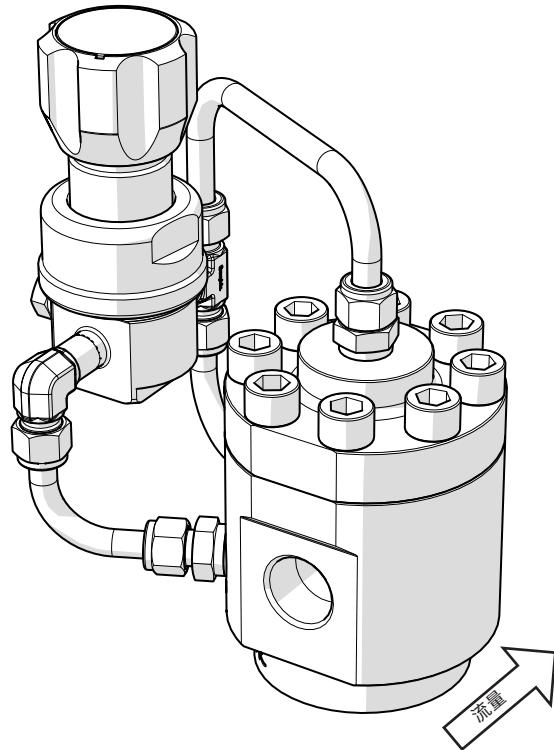
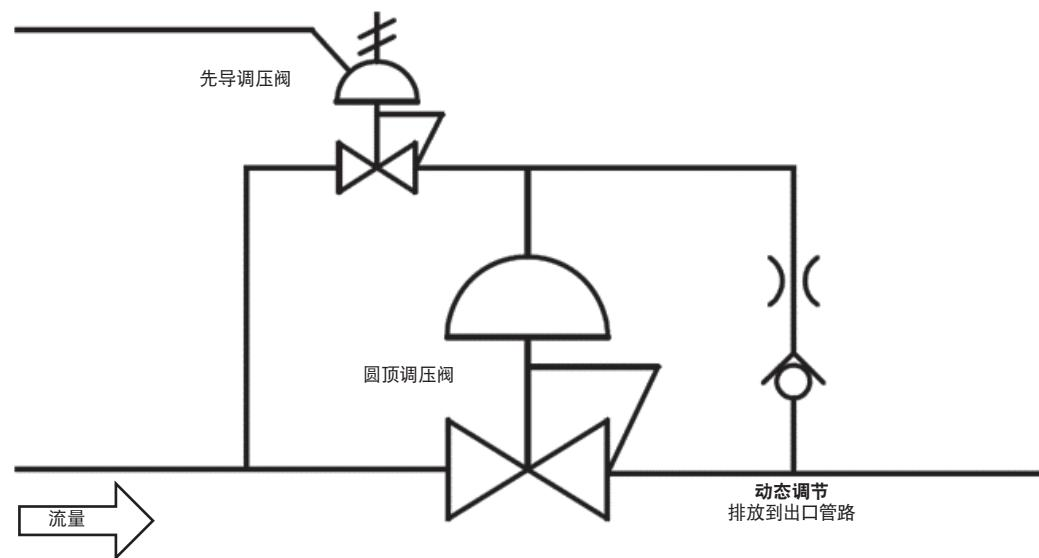
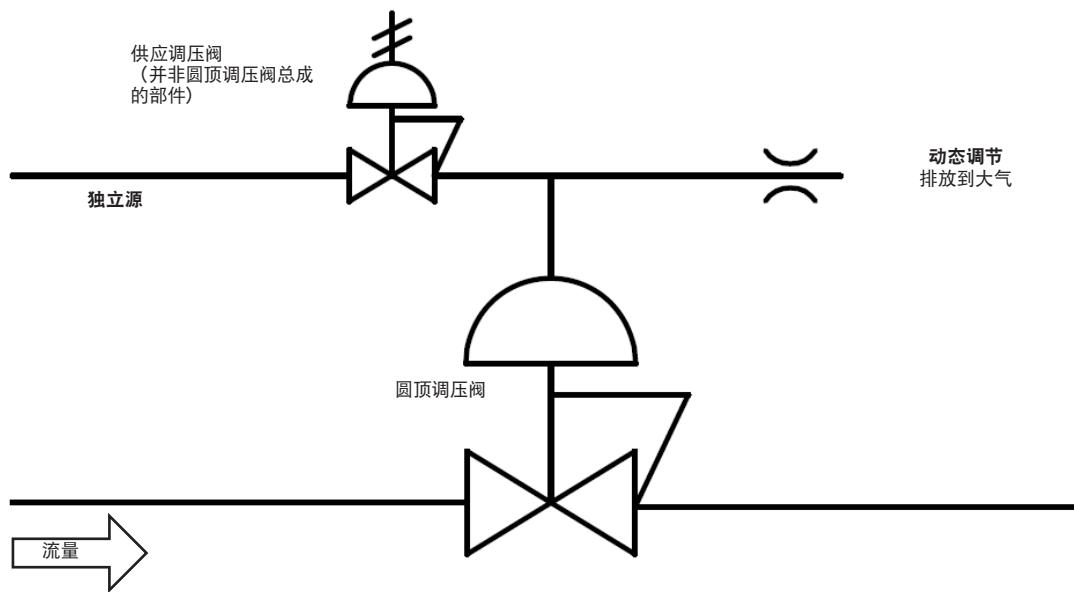

图 1
图 2
图 5
- 调压阀的首选安装位置是水平安装，弹簧套筒/圆顶朝上，如图 1 所示（见 第 9 页）。其他安装位置可能会增加元件磨损的风险。
- **整体式先导控制** 在这种设置中，圆顶加载调压阀的组件中包含一个先导调压阀（图 1）。先导调压阀由系统压力供给，通过手动操作来控制圆顶压力（图 2）。此设置不适用于液体应用
- **外部圆顶控制**。在此设置中，圆顶压力由独立来源提供，例如钢瓶或主供气源（图 5）。此设置适用于液体应用。
通过允许小流量持续通过先导调压阀以获得优良性能。这种气流可以通过孔口排出（图 5），或者在气体系统中通过孔口反馈到下游管道（图 2）。这通常被称为**动态调节**。如果不需要动态调节，则需要使用自排放先导调压阀。这将导致在降低调压阀设定压力时系统介质排入大气。